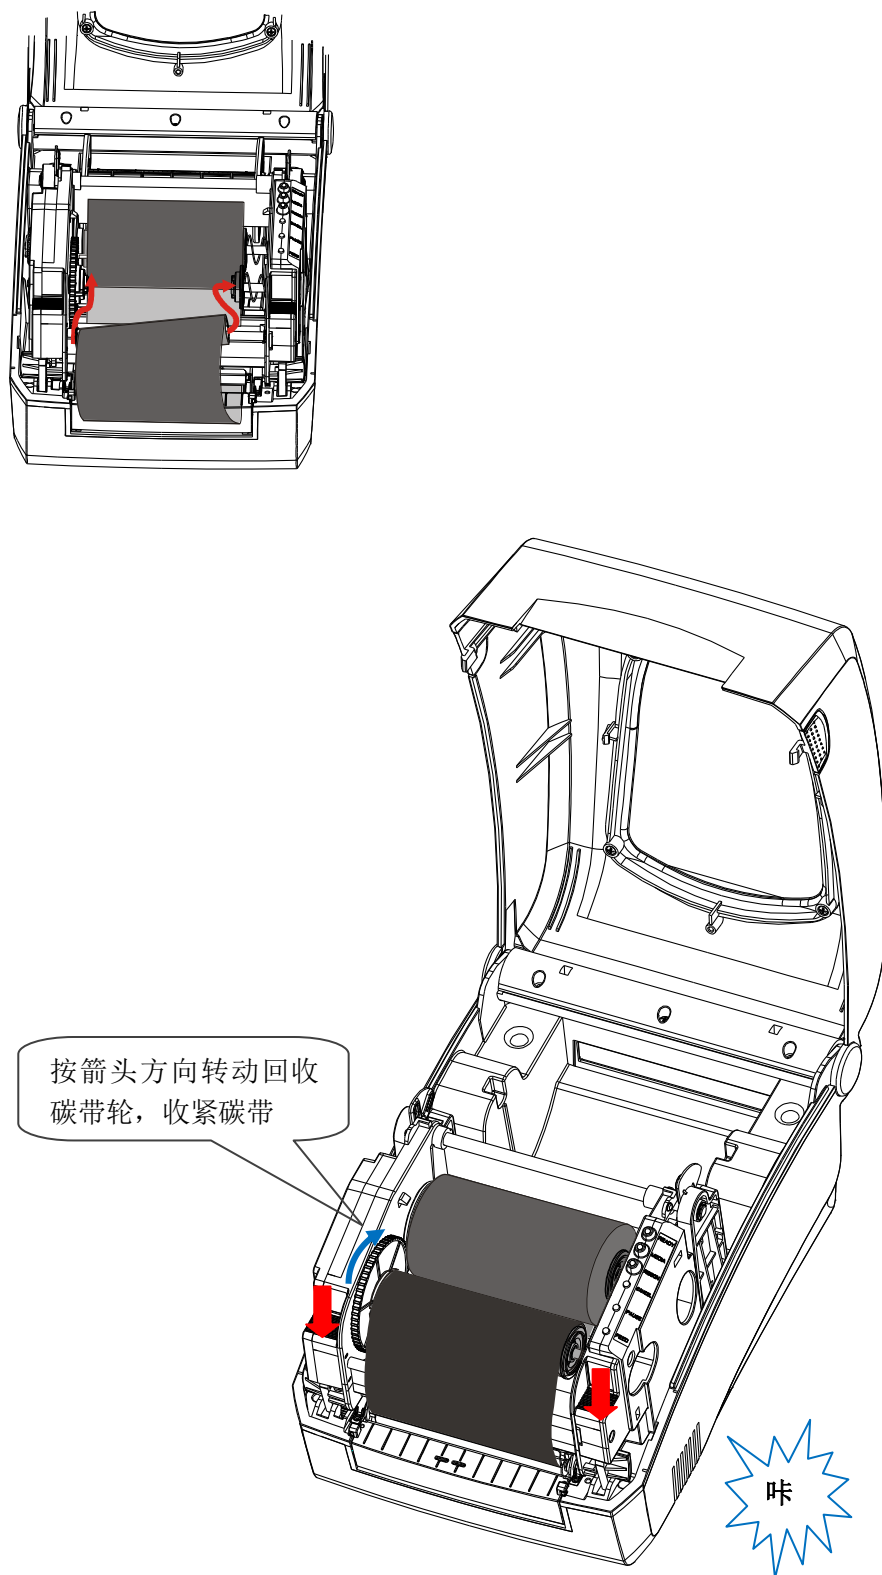

图 5-6
9. 将空卷芯卡入碳带回收仓, **碳带轴套的左侧两个卡口应卡入回收碳带轮的卡位**(图 5-6);